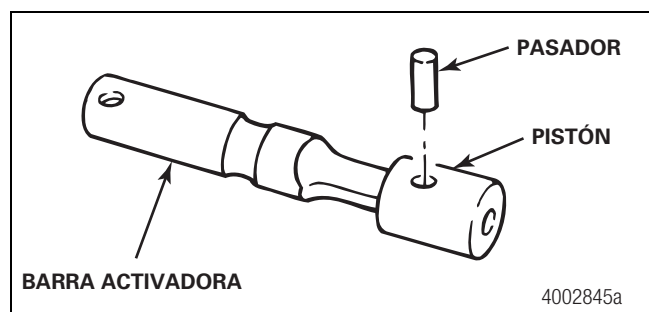

Figura 3.15
6. Retire el pasador de la barra y del pistón, si es necesario. Figura 3.15.